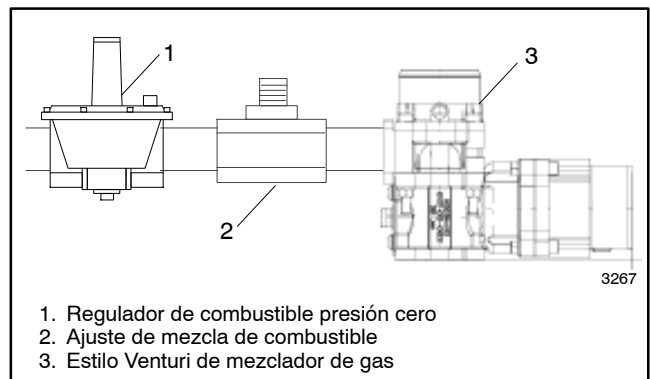
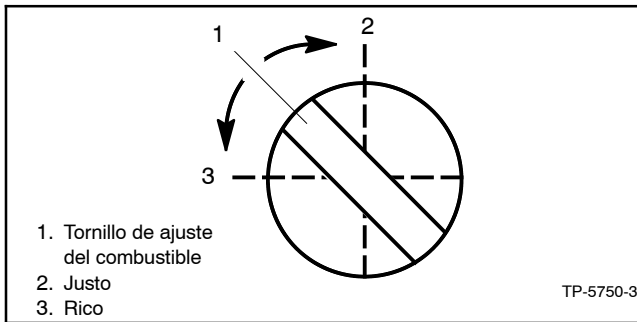

Figura 9-48 30-60 kW con estilo Venturi de mezclador de combustible
Figura 9-49 Ajuste de mezcla de combustible, típico
- a. **Grupos electrógenos de 30-60 kW.** Estilo Venturi de mezclador de gas usado con un regulador de cuerpo acelerado integrado en motores GM 4.3 L, 5.0 L, y 5.7 L. También similar al modelo IMPCO 100 usado a 30 kW con Motor GM 3.0 L. Consulte la Figura 9-48.
- Ajustar la regulación de mezcla de combustible (ver Figura 9-48 y Figura 9-49) para obtener una lectura de voltaje del sensor de oxígeno a plena carga en el rango especificado en la Figura 9-44.
- Ajustar el regulador de presión cero (ver Figura 9-48 y Figura 9-49) para obtener la lectura de voltaje del sensor de oxígeno sin carga en el rango especificado en la Figura 9-44.
- Ajustar el tornillo de ajuste del regulador de combustible a aproximadamente medio punto de su rango de ajuste. Consulte la Figura 9-49.